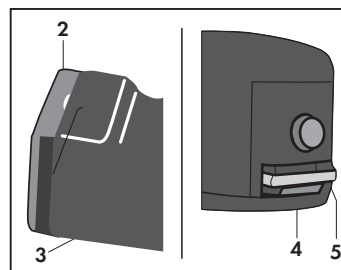

Fig. 9
- Fermer le volet (2) contre le flanc de la fixation rapide (3) en vous assurant que les deux éléments (4-5) s'enclenchent (Fig. 9). A partir de cette prise il est possible de débiter de la vapeur et/ou d'aspirer.